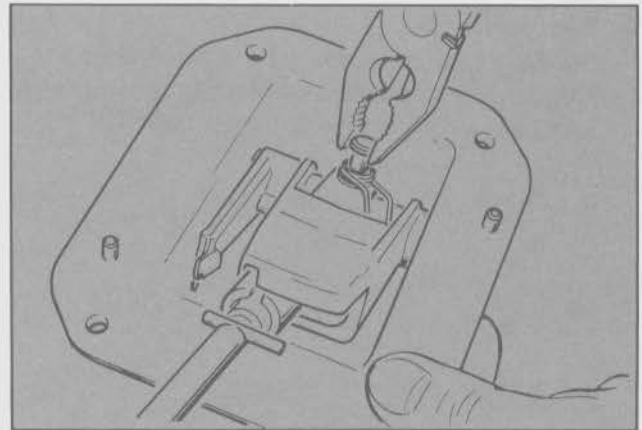

Fig. 141 - Extracción del perno de unión
- Empujar y extraer el perno de unión (Fig. 141).
- Retirar los bujes (2), el muelle y extraer la palanca selectora manual.